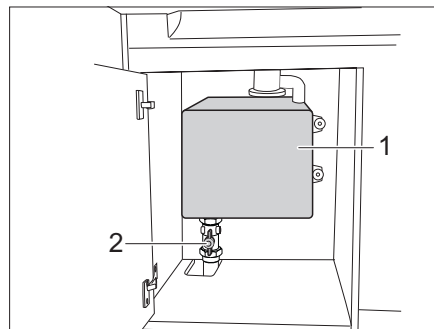

Bild 141 Innenliegender Abwassertank
- Kugelhahn (Bild 141,2) unter dem Abwassertank (Bild 141,1) öffnen. Das Abwasser wird in die Abwasserverrohrung des Caravans geleitet.